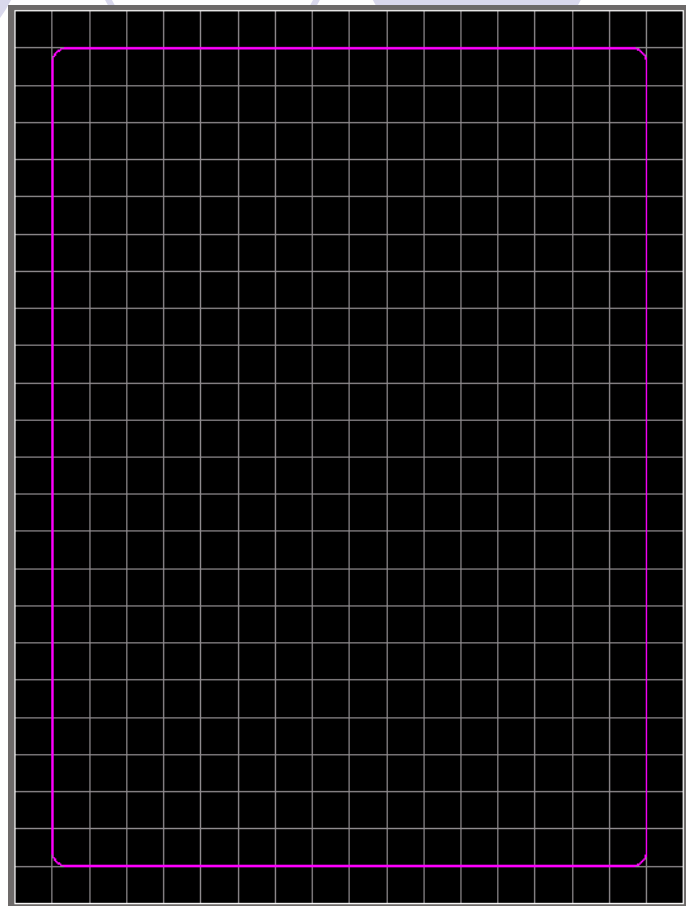

图11-33 PCB板边框
- (1) 用前面介绍的方法在Projects面板里产生一个新的PCB板，默认名为：“PCB1.PcbDoc”，把它另存为“电机驱动电路.PcbDoc”。
- (2) 重新定义PCB板的形状。选择菜单“Design”→“Board Shape”→“Redefine Board Shape”，鼠标单击（25mm，25mm）、（115mm，25 mm）、（115mm，145mm）、（25mm，145mm）点。
- (3) 绘制一个PCB板的板框，选择“Keep-Out Layer”层，画出长80mm,高110mm的边框。鼠标单击（30mm，30mm）、（110mm，30mm）、（110mm，140mm）、（30mm，140mm）点绘出PCB板布线区域。在一个角上绘制一个半径2mm的圆弧，然后把该圆弧复制3个放在每个角上，把每个角上多余的线删除，让PCB边框的4个角变成圆角，如图11-33所示。